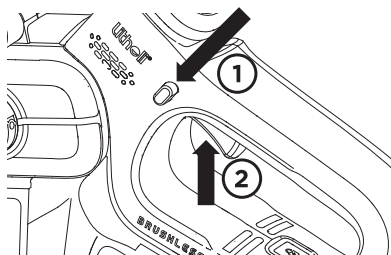

Рис. 14
2. Нажмите кнопку блокировки, затем полностью нажмите кнопку включения/выключения и удерживайте ее в этом положении. При работающей мини-аккумуляторной пиле кнопку блокировки можно отпустить. (См. Рис. 14)